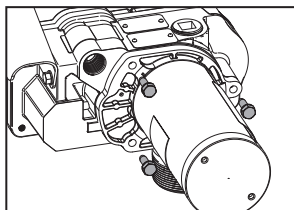

Figure 10
3. Retirer les (3) vis SEMS 1/4-20 x 3/4 po et le moteur du carter de la pompe (voir Figure 10).